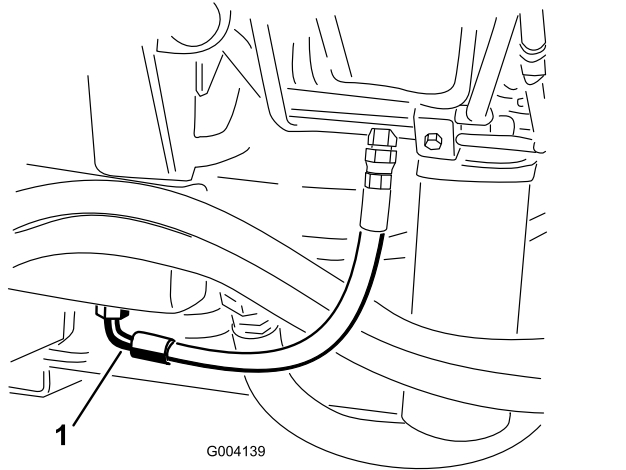

図 99
3. タンク 図 99 の下についているフィッティングの下に、オイルを受ける大型の容器を置く。